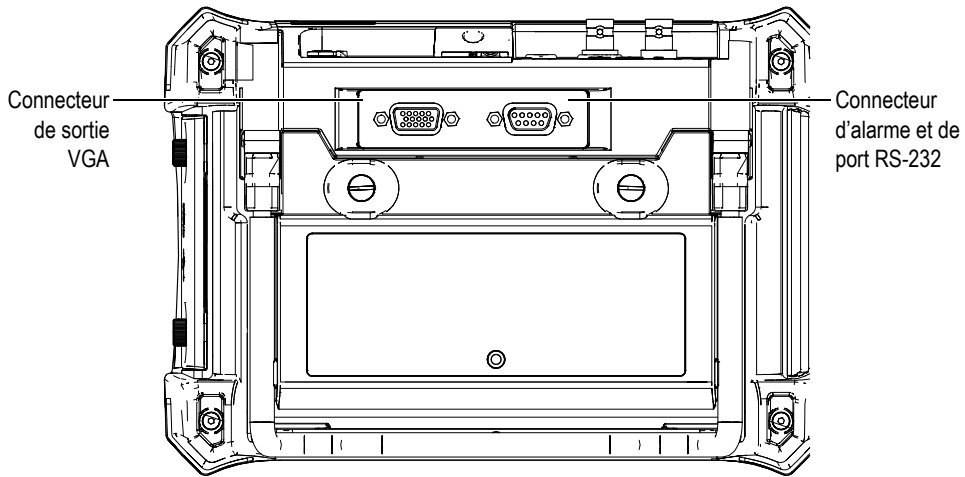

Figure 9-1 Connecteurs RS-232 et d'alarmes et connecteur de sortie VGA
2. Connectez le câble 600-C-VGA-5 (U8780298) [en option] au connecteur de sortie VGA de l'EPOCH 600 (voir la Figure 9-1 à la page 148), et puis à l'entrée VGA de l'appareil.
L'EPOCH 600 est équipé en standard d'un port série (RS-232), qui est combiné avec les signaux d'alarme du même connecteur (voir la Figure 9-1 à la page 148). Le port série utilise des broches sur le connecteur de sortie combiné RS-232 et alarme situé sur le panneau arrière de l'appareil. Le port série permet de connecter l'EPOCH 600 à un ordinateur, pour la communication avec le logiciel d'interfaçage de l'EPOCH 600, GageView Pro.